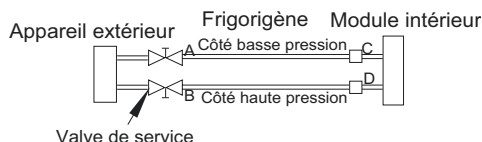

Fig. 17 — Valve de service
1. Serrez complètement les écrous évasés A, B, C et D, branchez le flexible de chargement du manomètre du collecteur à un orifice de chargement de la valve de service côté basse pression (consultez la figure 17).